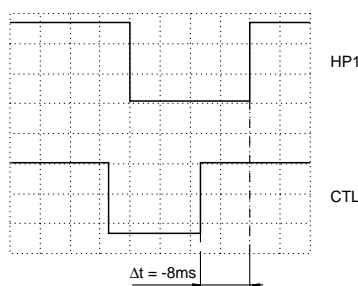

Fig. 23
- A l'aide des touches **←** / **→** régler l'intervalle de temps entre l'impulsion de commutation de têtes et le flanc ascendant de l'impulsion de synchronisation CTL à $\Delta t = -8\text{ms}$ (Fig. 23).
- Using the **←** / **→** buttons set the time interval between the head pulse and the rising edge of the CTL pulse to $\Delta t = -8\text{ms}$ (Fig. 23).